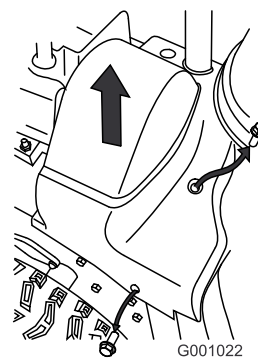

Figura 45
2. Alzate il lato destro del paracinghia (Figura 45).